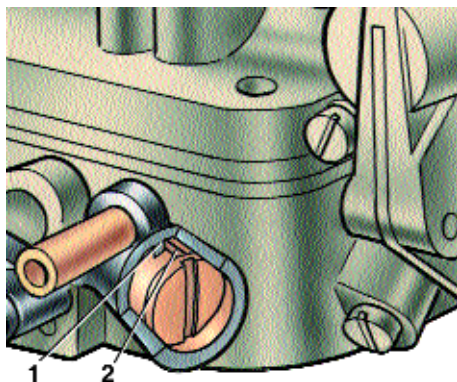

Рис. 2–26. Установка ограничительной втулки на регулировочный винт: 1 – упор в отверстие; 2 – упор на ограничительной втулке
Полную регулировку системы холостого хода с контролем токсичности отработавших газов осуществляют винтами количества смеси и качества смеси, находящимися под ограничительными втулками 1 и 2 (см. рис. 2–25) в такой последовательности:
Рис. 2–27. Регулировка уровня топлива в поплавковой камере карбюратора: 1 – крышка карбюратора; 2 – седло игольчатого клапана; 3 – упор; 4 – игольчатый клапан; 5 – шарик игольчатого клапана; 6 – оттяжная вилка игольчатого клапана; 7 – язычок рычага поплавка; 8 – поплавок; 9 – прокладка крышки карбюратора
5. Установить ограничительные втулки на винты количества и качества смеси, как показано на рис. 2–26.
снять крышку 1 карбюратора (рис. 2–27) и убедиться в том, что поплавок 8 не имеет вмятин и пробоин, свободно качается на оси, а его масса вместе с массой рычага равна (12 ± 1) г;